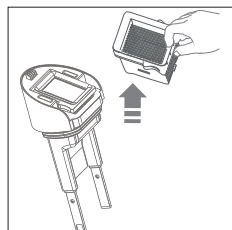

Fig. 16 – Rimozione del filtro
- ▶ Tirare il filtro EPA 10 verso l'alto per estrarlo dal tappo del serbatoio dell'acqua sporca (**vedere Fig. 16**).